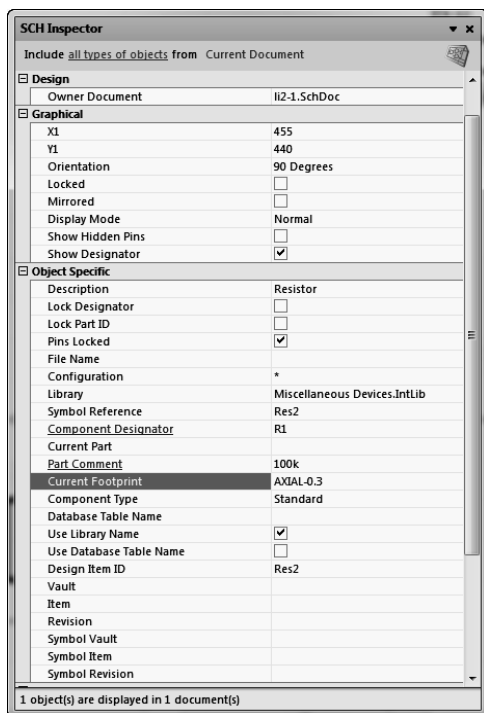

图 2-3-10 SCH Inspector 对话框
② 单击【Apply】按钮后再单击【OK】按钮，系统弹出 SCH Inspector 对话框，如图 2-3-10 所示，将其中的 AXIAL-0.4 改为 AXIAL-0.3，然后按【Enter】键，再关闭 SCH Inspector 对话框。